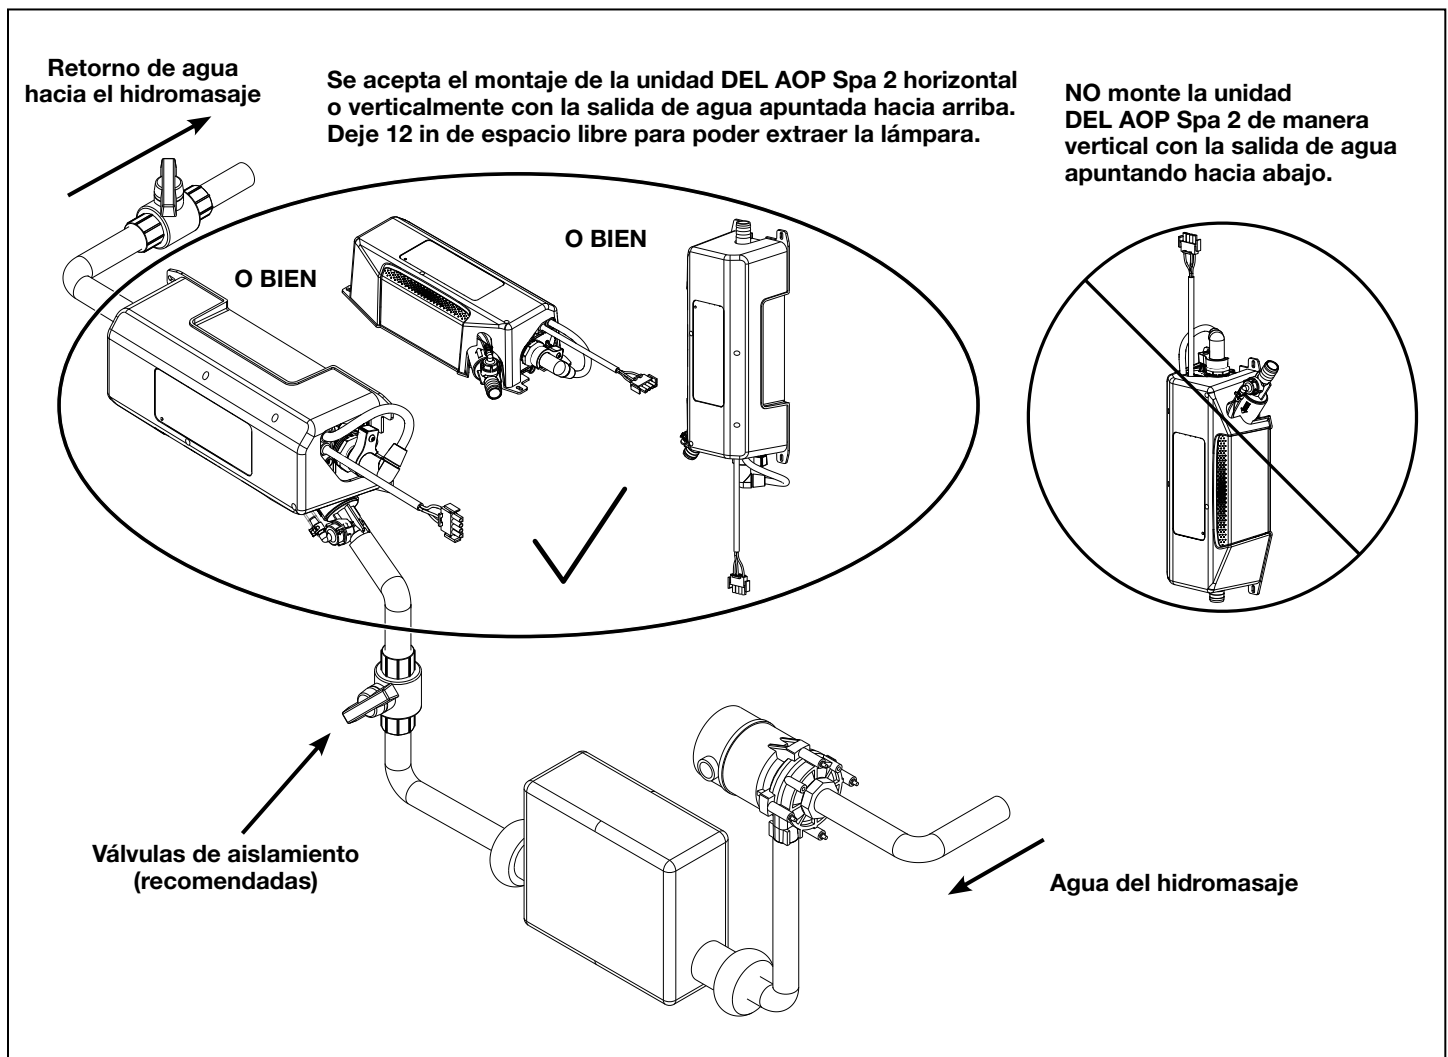

Figura 2. Diagrama de tuberías de DEL AOP Spa 2
- Se permite cualquier orientación de montaje ortogonal, que no sea vertical con la salida de agua apuntando hacia abajo. La orientación de montaje más habitual es horizontal, como se muestra en la Figura 2.